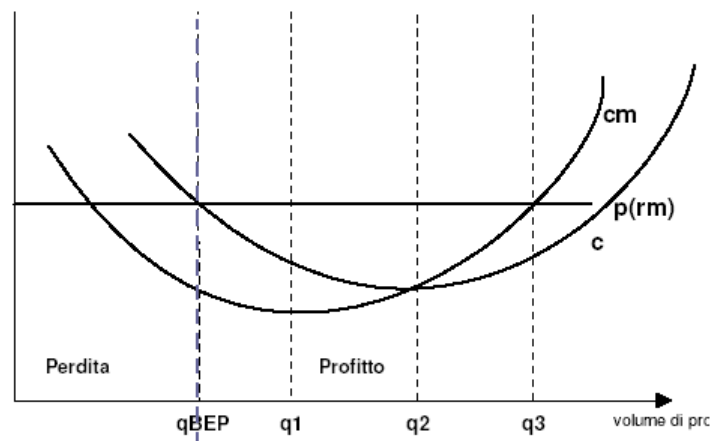

Figura 7: caso di variazione di volumi di vendita.
- $q_{BEP}$  = quantità in cui si verifica l'intersezione tra il fatturato e la curva dei costi totali. Questa condizione identifica il Break Even Point. Questo è il minimo volume che devo produrre, e dunque vendere, per recuperare i costi (Figura 7).